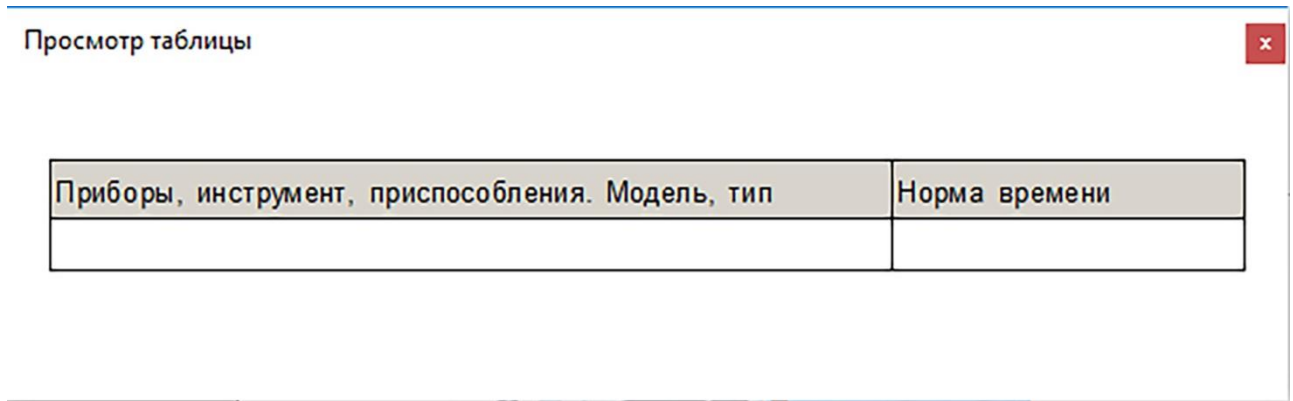

Рисунок 590
- 6) Нажмите на кнопку **Просмотреть**. Ниже окна **Свойства таблицы** появится окно **Просмотр таблицы** (рисунок 590). В нем будет показано, как будет выглядеть создаваемая таблица в модуле данных.